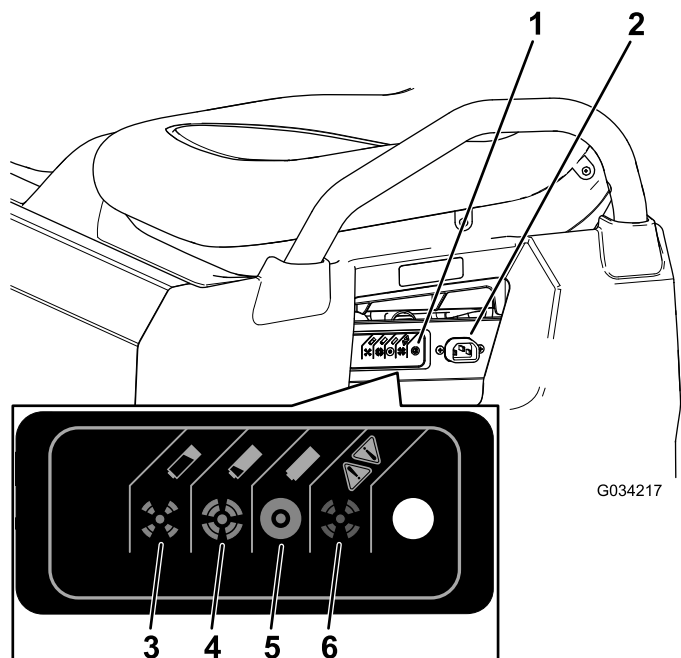

Рисунок 36
3. Подсоедините зарядный шнур типоразмера **16 (или большего диаметра), длиной 2,5 м (или более короткий)** к зарядной розетке автомобиля (Рисунок 36).
Информацию о значении различных цветов индикатора статуса зарядного устройства см. в следующей таблице и на Рисунок 36.